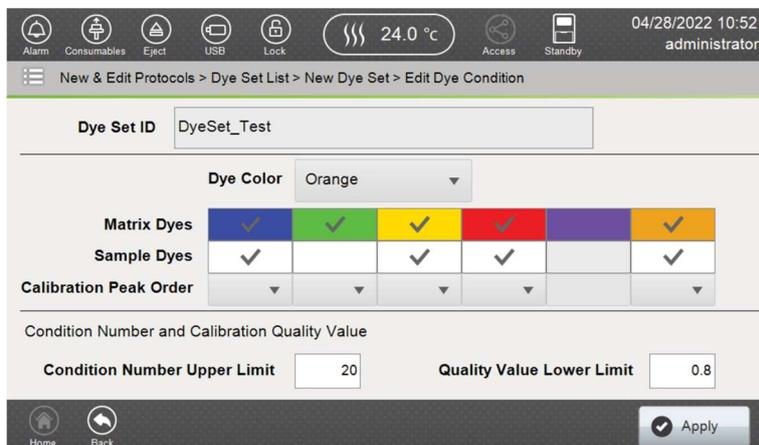

図 145 Edit Dye Condition 画面での色素の選択
5. Matrix Dyes の行で Spectral Calibration に使用する色素を選択します。この行には、色素が Matrix Data のタブ（図 55）に表示される順序が示されており、この順序に基づいて各色素に数値が割り当てられます。以下の例では、Blue = 1、Green = 2、Yellow = 3、Red = 4、Purple = 5、Orange = 6 となっています。サンプルに使用する色素は、Sample Dyes の行で選択してください。（図 145）
6. Calibration Peak Order に色素の順番を設定します。キャリブレーションピークの順序は、色素が検出器を通過する際の位置と、マトリックス色素の行に示された順序との相関を示しています。(図 145)